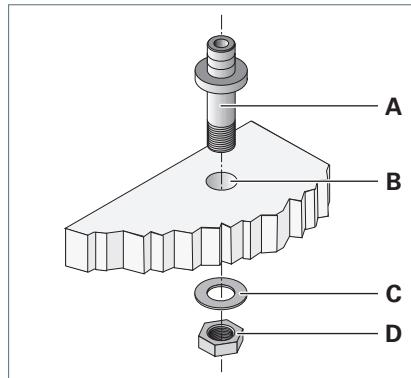

Fig. 3: Montaggio dei perni a manicotto.
- ▶ Condurre il perno a manicotto **A** dall'alto attraverso il foro **B** nella superficie di montaggio, vedi Fig. 3.